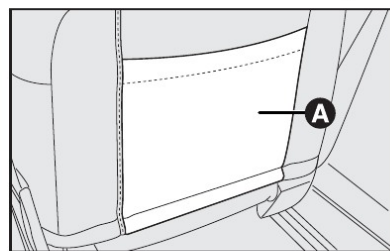

fig. 83
**A-fig. 83** - Encosto dos bancos dianteiros.